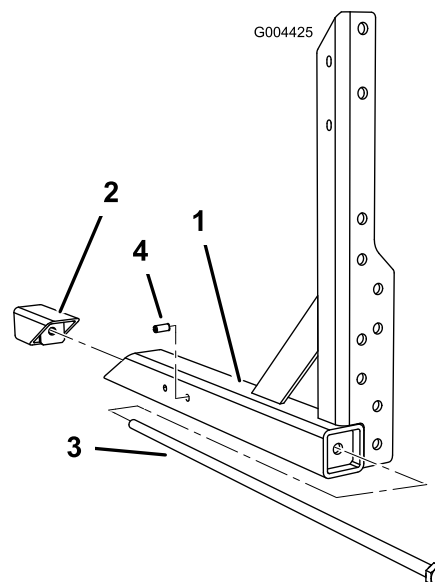

Figura 6
1. Montate il bullone del telaio attraverso il montante e nel cuneo del telaio (Figura 6).
2. Per le irroratrici per tappeto erboso 5700, montate una spina elastica nel foro esterno, più vicino al supporto ad angolo (Figura 6).